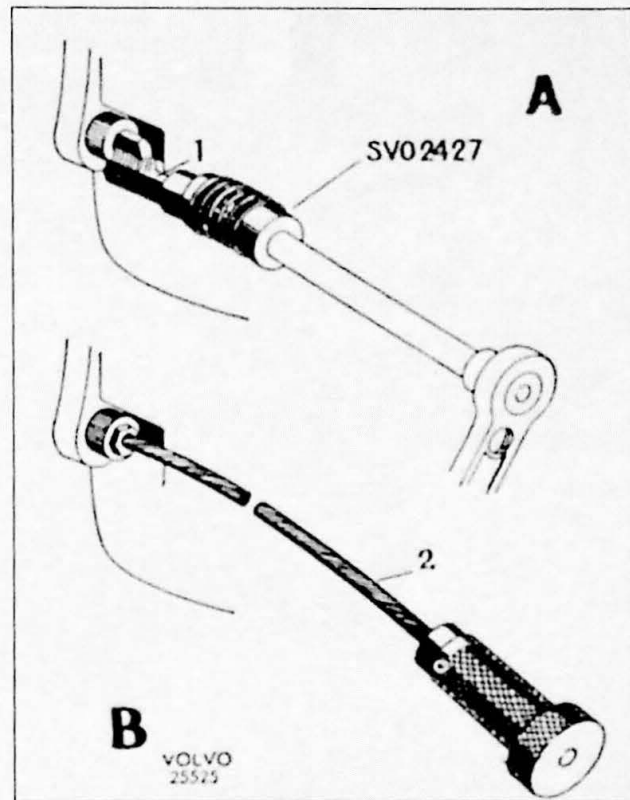
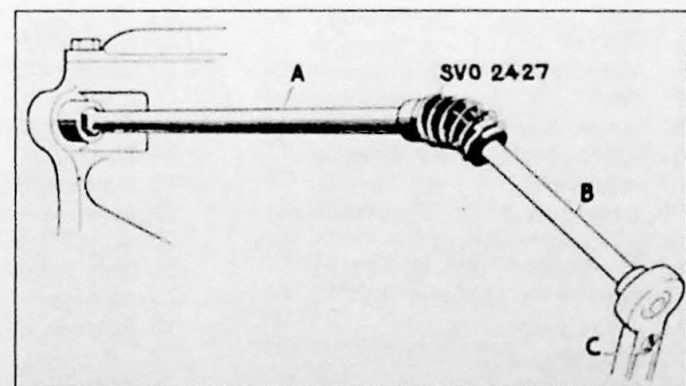

Fig. 6.1. Demontage van de versnellingsbakbouten: wagens met B16 motor.
Fig. 6.2. Demontage van de versnellingsbakbouten: wagens met B18 en B20 motoren.
Maak de bouten los die de bak aan het vliegwielhuis verbinden met sleutel SVO 2426 en universele kruiskoppeling SVO 2427 (A, Fig. 6.2). Voor het uitdraaien vervolgens SVO 2428 gebruiken (B, Fig. 6.1). Trek de bak naar achteren weg.
Maak de bouten die de bak verbinden met het vliegwielhuis los met een inbussleutel van 8 mm of 3/8", afhankelijk van welke gemonteerd zijn. (Als alternatief is een zeskant staf 3/8" te gebruiken in combinatie met een 3/8" dop of 10 mm dop met ratel). Voor de bovenste bouten gebruiken we SVO 2487 (3/8" zeskant) of SVO 2488 (8 mm), universele kruiskoppeling SVO 2427, verlengstuk met 3/8" aansluiting en een ratel (Fig. 6.2). Trek de versnellingsbak naar achteren weg.
6. Maak de rechter boven en de linker onderste versnellingsbakbouten los met sleutel SVO 2487, universele kruiskoppeling SVO 2427, verlengstuk met 3/8" vierkant en ratel (Fig. 6.2). Monteer 2 geleidepennen SVO 2743 (Fig. 6.22). Maak de twee andere los. Trek de versnellingsbak naar achteren en laat deze zakken.